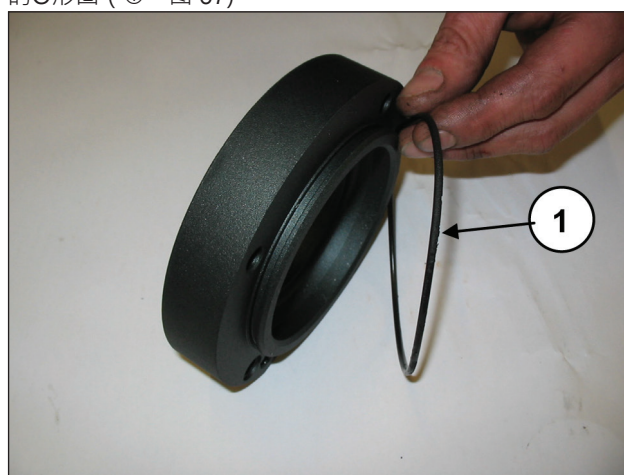
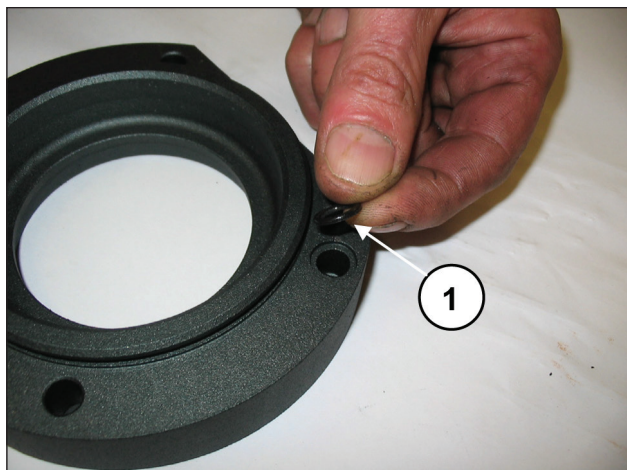

图 66
图 67
在动力输出轴轴承盖上安装外O形圈 (①·图 66) 以及润滑孔的O形圈 (①·图 67)。